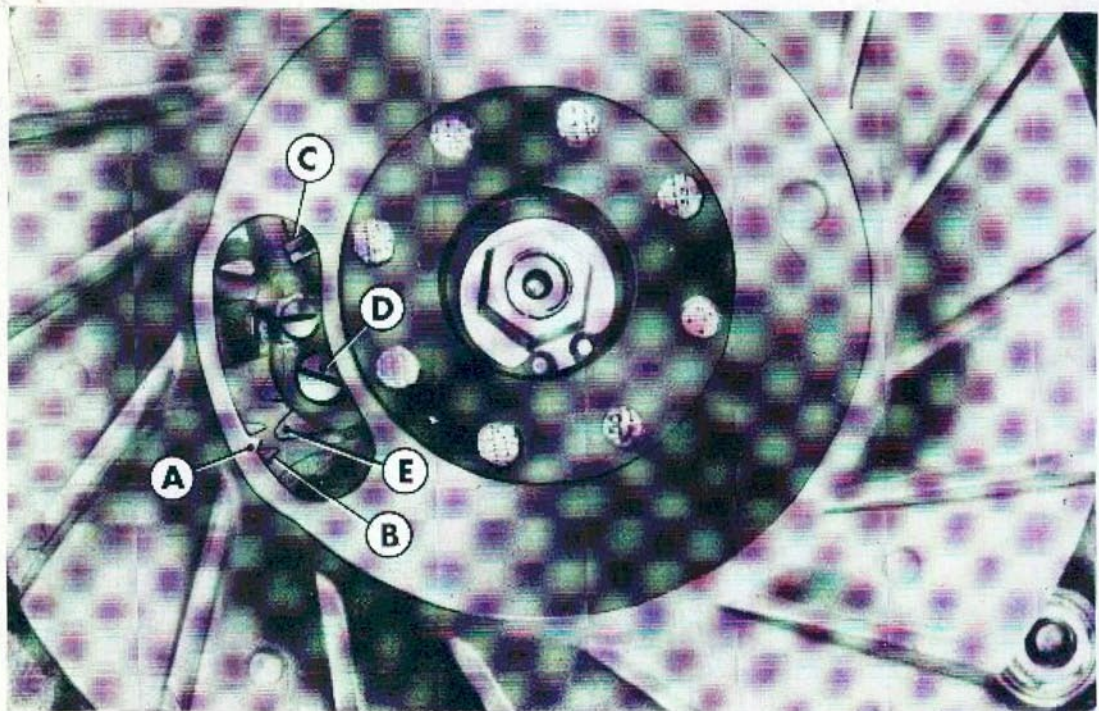

Fig. 15 - Operazioni per il controllo della « fasatura magnetica » del volano.
|            | <p>2) Ruotare a mano il rotore fino ad allineare la traccia indice « A » di fig. 15 (ricavata sul bordo interno della feritoia), con la mezzeria della traccia « B » di cui è provvisto lo statore; in tali condizioni ha inizio il distacco delle puntine « C » del rottore.</p> <p>3) Ruotando ancora a mano il rotore, la apertura max delle puntine « C » deve essere compresa fra 0,3 e 0,5 mm.</p> <p>4) Se non si verifica quanto indicato ai punti 2) - 3), allentare la vite « D » ed agire sull'eccentrico « E » fino a soddisfare le suddette condizioni.</p> | <p>Ricordarsi di ri-bloccare la vite « D », ad operazioni effettuate.</p> |
- 4) - Pulire, e se necessario, registrare le puntine platiniate del ruttore (fig. 15). Per evitare inconvenienti o irregolarità